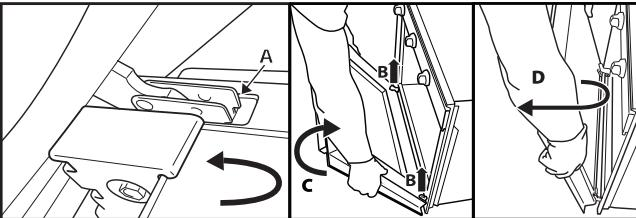

Fig. 2
3. Sluit de deur tot de blokkering (A), til hem op (B) en draai hem (C) tot de deur loshaakt (D) (Fig. 2)